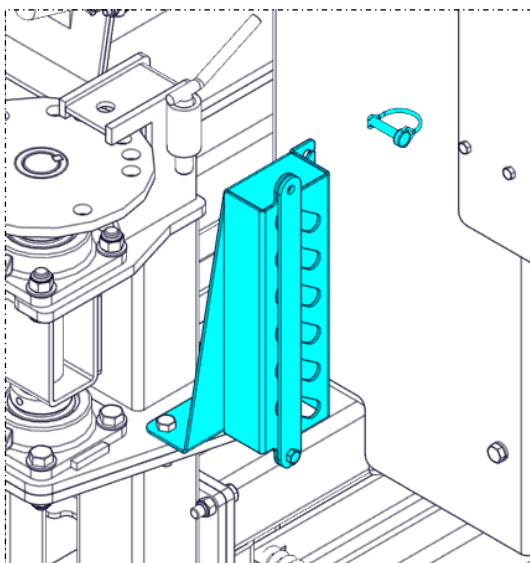

Figure 4.1
- A) Ouvrez la goupille rapide qui maintient la plaque de verrouillage et le panneau frontal du support de tuyau (Figure 4.1).